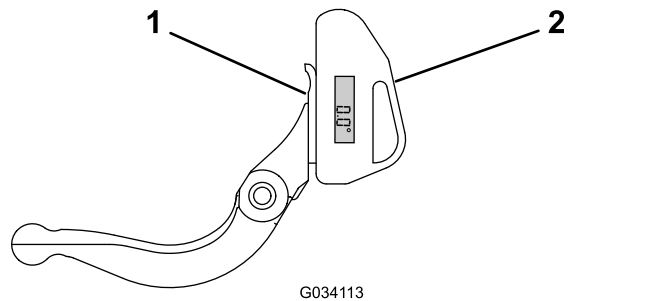

Bild 25
1. Positionieren Sie den Neigungsmesser an der Unterseite des Untermessers, wie in Bild 25 abgebildet.